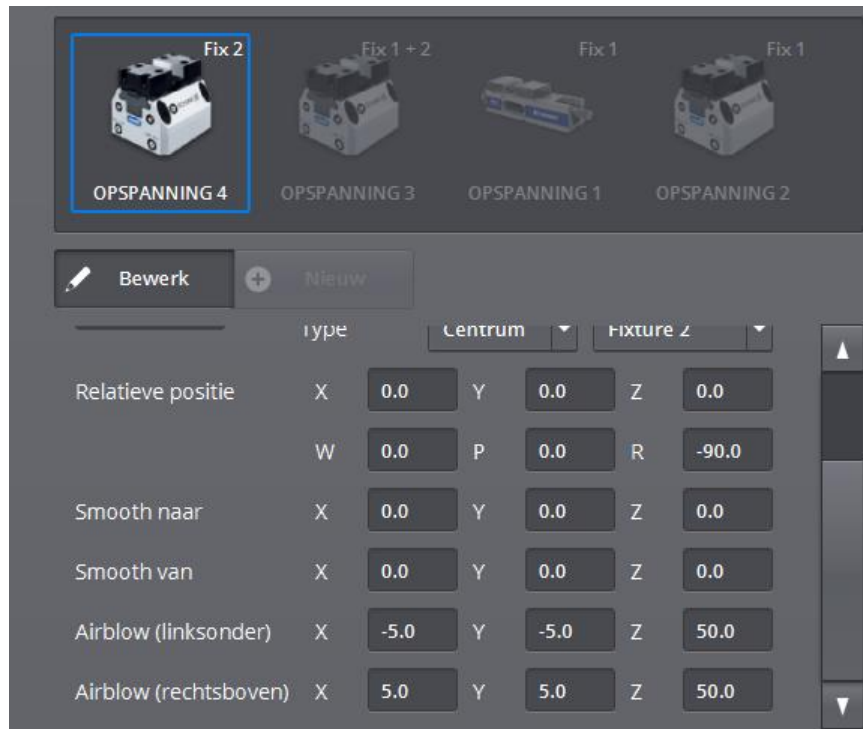

Figure 74 - Traitement des dispositifs de serrage (2)
Outre leur dénomination, leur illustration et leur hauteur, le logiciel permet d'en indiquer la position relative (par rapport au point zéro de la table de la machine) et d'indiquer le **déplacement en douceur en provenance et à destination d'un point déterminé**. Cet écran permet aussi de définir un rectangle de soufflage par défaut (voir Figure 74 - Traitement des dispositifs de serrage (2)). Pour définir un tel rectangle, nous aurons recours à deux jeux de coordonnées. Le premier jeu indique l'angle inférieur gauche du rectangle, le deuxième en indique l'angle supérieur droit. Il faut se représenter l'installation du dispositif de serrage au centre de la machine et la définition d'un rectangle autour de ce dispositif. Notez que ces deux jeux de coordonnées relatives sont définis par rapport au dispositif de serrage. En d'autres termes, si $X = 5$, le jet d'air va s'éloigner de 5 mm par rapport au bord droit du dispositif de serrage.